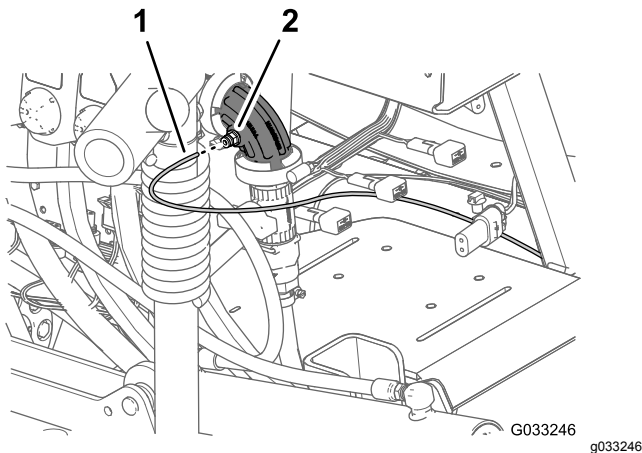
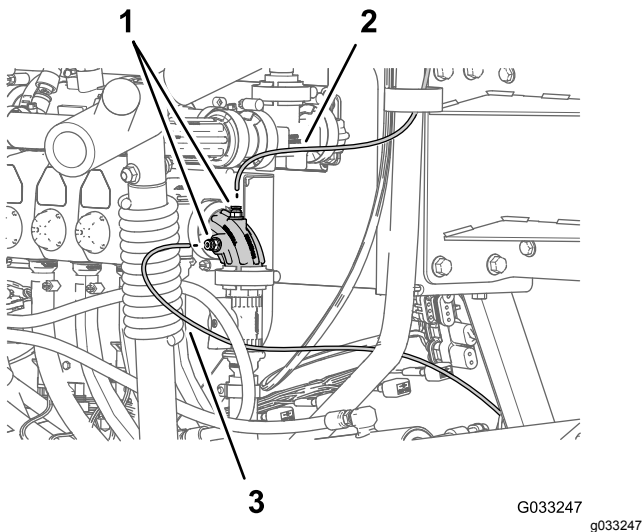

Figure 146
Figure 147
1. Alignez le bout du tube de détection de pression (plastique) associé au manomètre monté sur la planche de bord et la bague de blocage du raccord de tube (Figure 146 et Figure 147).
2. Insérez le tube de détection dans la bague de blocage jusqu'à ce que le tube soit complètement engagé (Figure 146 et Figure 147).